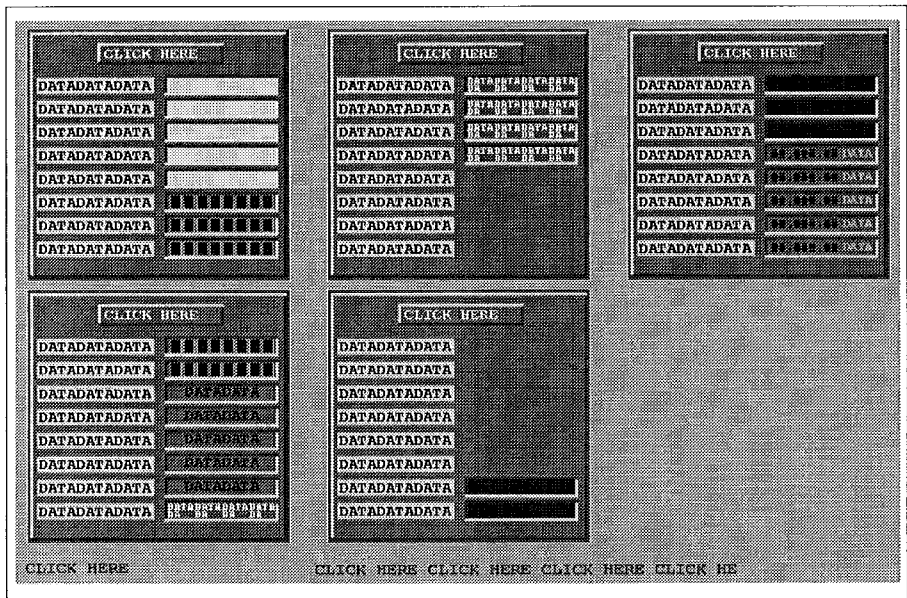

Figure 3-6 Synoptique de zone standard par défaut - tel qu'importé
- 3 Ensuite, cliquez sur *Import ADF* dans le menu *File* pour afficher la boîte de dialogue **Select the ADF file to import**. Importez le fichier .ADF de la zone sur laquelle vous travaillez, par ex.: Zone1.ADF. Le synoptique de zone standard s'affiche sur l'écran de Draw dans son état par défaut, avec le nombre approprié de faces avant de groupe présent. La figure 3-6 montre un exemple d'une partie d'un synoptique de zone par défaut comprenant cinq groupes. Notez que les faces avant de groupe sont numérotées de gauche à droite du synoptique, en commençant par la rangée du haut.